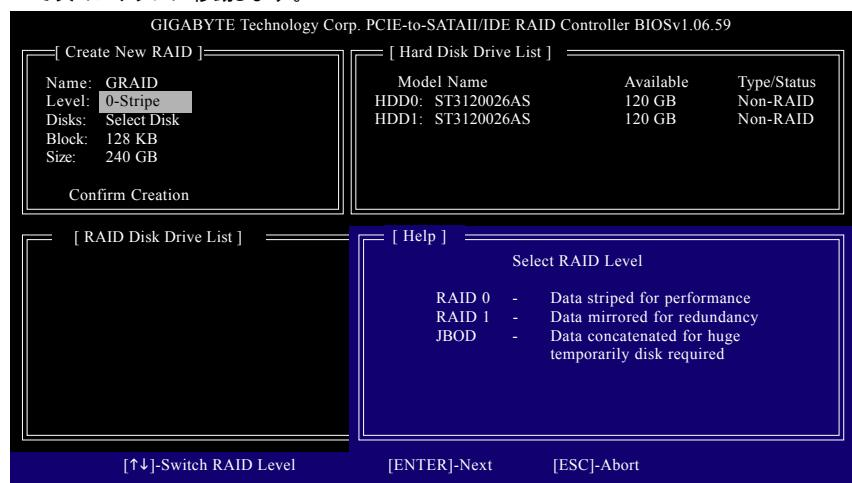

図 5
Create New RAID ブロックでは、アレイの作成に設定する必要のあるアイテムがすべて表示されます (図 5)。
2. **RAID モードの選択:** Level アイテムの下で、上または下矢印キーを使用して RAID 0 (ストライプ)、RAID 1 (ミラー)、または JBOD を選択します (図 5)。次に、<Enter> を押して次のステップに移動します。